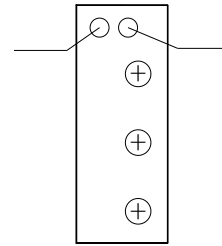
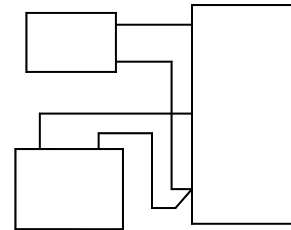
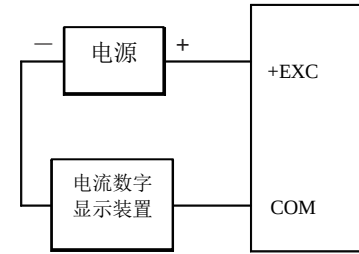

图1
图2
图3
(1). 电压输出型：B266电压输出型差压变送器是三线制接线，有三个接线端子，即：标记EXC、OUT、COM见图1，接线图见图2。
(2). 电流输出型：B266电流输出型差压变送器是两线制接线，有两个接线端子，即：标记COM、EXC见图1，接线图见图3，输出4~20mA。
B266型差压变送器生产厂已标定后卖给用户，不允许用户现场调整。一般量程在250Pa以下，有可能出现零点飘移现象，然而零点飘移或量程均可通过系统控制软件解决。但零点及量程可在产品打开蓝色盒盖后，从图1指示的位置进行相应的调整。调整时产品处于垂直位置。
将数字电压表、电源按图2接线后，两通气口通大气，按图1调零位置旋转零位调节螺丝，对于0V~5VDC输出的产品，单向量程工厂设置为0.0VDC(±50mV)，双向量程工厂设置为2.5VDC(±50mV)。
将数字电压表、电源按图2接线后，高压通气口接通量程所对应压力的空气，按图1调量程位置旋转量程调节螺丝，对于0V~5VDC输出的产品，单向、双向量程工厂设置为5VDC(±50mV)。
将数字电流表、电源按图3接线后，两通气口通大气，按图1调零位置旋转零位调节螺丝，单向量程工厂设置为4mA(0.16mA)，双向量程工厂设置为12mA(0.16mA)。
将数字电流表、电源按图3接线后，高压通气口接通量程所对应压力的空气，按图1调量程位置旋转量程调节螺丝，单向、双向量程工厂设置均为20mA(0.16mA)。